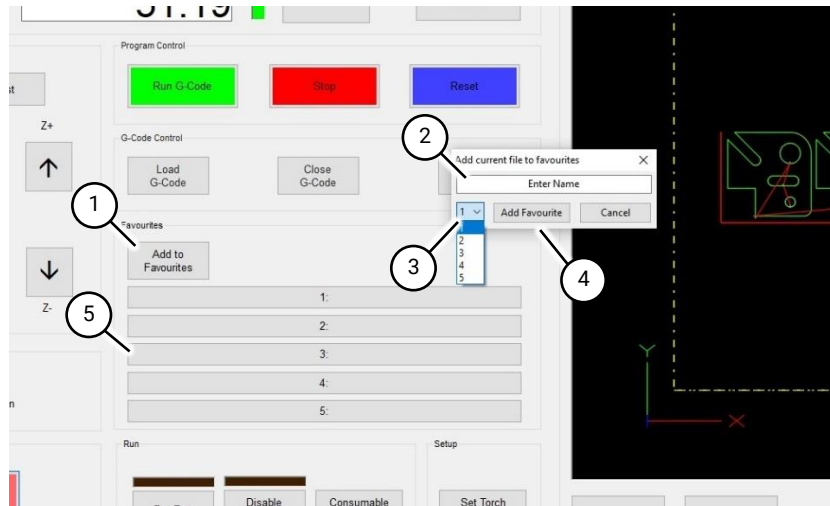

Fig 71 Ajout de fichiers aux favoris
1.1 Chargez le fichier G-Code, puis appuyez sur le bouton Ajouter aux favoris (Fig 71 (1)).
1.2 Renommer le fichier comme requis (Fig 71 (2)).
1.3 Sélectionnez l'ordre dans lequel le fichier apparaîtra dans la liste des favoris (Fig 71 (3)).
1.4 Appuyez sur le bouton Ajouter un favori (Fig 71 (4)).
1.5 Pour rappeler un favori, appuyez sur le numéro correspondant dans la liste des favoris (Fig 71 (5)).